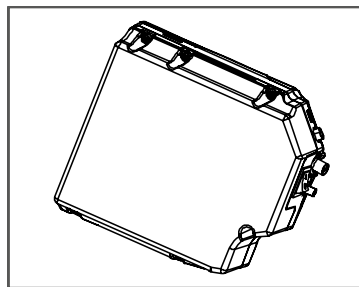

Figura 19
a. Allenti le 6 viti autofilettanti dall'interno della sedia a rotelle elettrica (cioè dal retro del vano batteria) e apra il coperchio posteriore, si veda la Figura 19. I metodi sono gli stessi per il lato sinistro e per il lato destro;